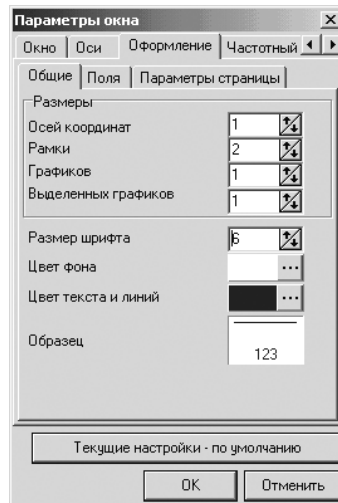

Рис. 1.134. Диалоговое окно **Параметры окна** с открытой вкладкой **Оформление** и вкладкой **Общие**
- щелкните в диалоговом окне **Параметры окна** по вкладке **Оформление**. Она откроется, см. рис. 1.134;
- установите на вкладке **Общие** вкладки **Оформление** нужные вам параметры, например те, которые показаны на рис. 1.134.